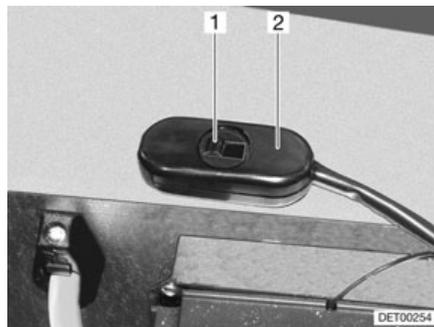

Fig. 186 Interruptor para la reducción de la velocidad
La velocidad de la bomba de circulación se puede ajustar con el conmutador deslizante (Fig. 186,2). Con una velocidad reducida disminuyen los ruidos de rodadura de la bomba.
- Desplazar la corredera (Fig. 186,1) hacia la derecha. Se reduce la potencia.